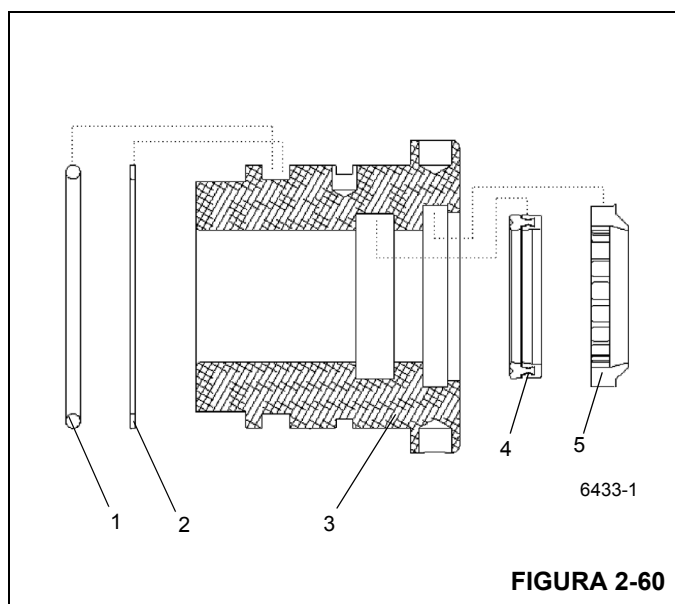

FIGURA 2-60
1. Instale los sellos de la cabeza (vea la Figura 2-60) de la manera siguiente: